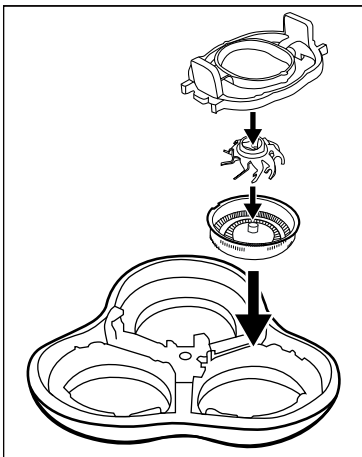

Fig. 4
- 4) Saml skæreenheden **2** igen. Brug de efterfølgende billeder som hjælp (se fig. 4).